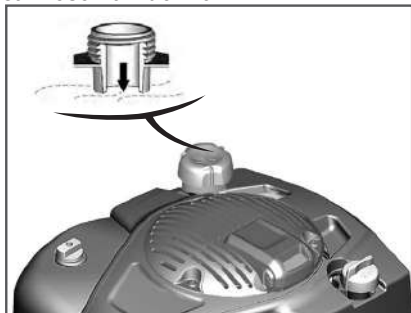

Рис. 16 Максимальный уровень топлива в топливном баке
Не заполняйте топливный бак полностью. Заливайте бензин в топливный бак до уровня, показанного на Рис. 16.
3. Залейте бензин в топливный бак при помощи специальной емкости или воронки до уровня, показанного на Рис. 16.